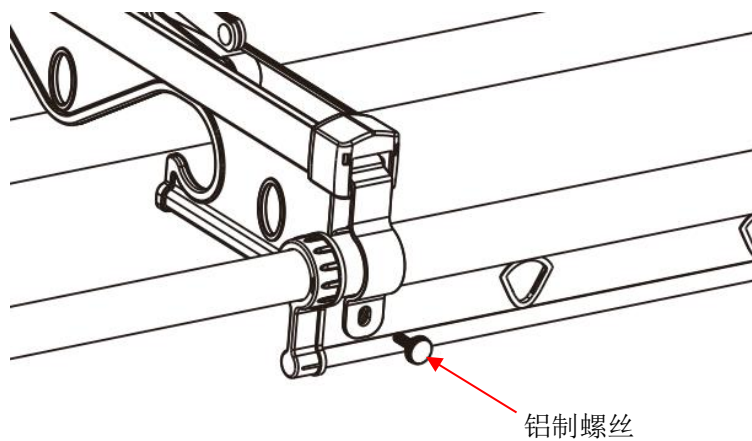

图 13
- b. 安装衣杆组件：托起衣杆，扣上夹紧片用铝制螺丝，将衣杆与衣杆支撑板固定在一起，如图 13 所示。